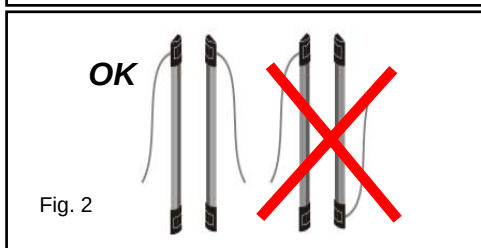

Fig. 2
- Devono essere montate con lo stesso orientamento e il cavo deve uscire per entrambe le colonne dallo stesso lato (fig. 2).
- Die Barrieren müssen in derselben Richtung montiert werden, so daß das Kabel bei den Stäben auf derselben Seite heraushängt (fig. 2).
- Elles doivent être montées avec la même orientation de façon que le câble sorte de la même côté (fig. 2).